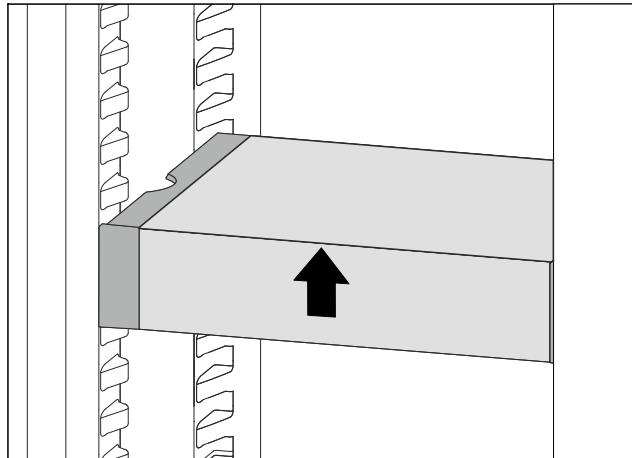

*Fig. 90*
- Установите выдвижной ящик VarioSafe за стопоры на требуемый выступ *Fig. 90 (1)* или *Fig. 90 (2)*.